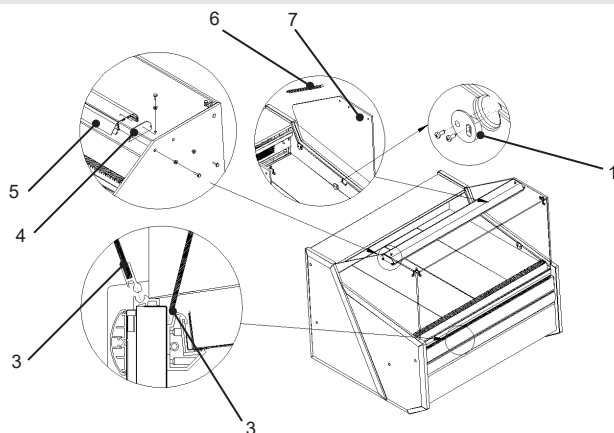

Figura 4. Montaggio degli elementi in vetro e della lampada in alluminio
1. Posizionare gli scaffali di esposizione o vasche per il pesce, appoggiandoli sugli angolari in alluminio. Montare i fianchi laterali in vetro come indicato nella Figura 4 (p. 5)
3. Montare la lampada in alluminio (con il sistema di illuminazione) sui fianchi in vetro come indicato nella Figura 4 (p. 5).